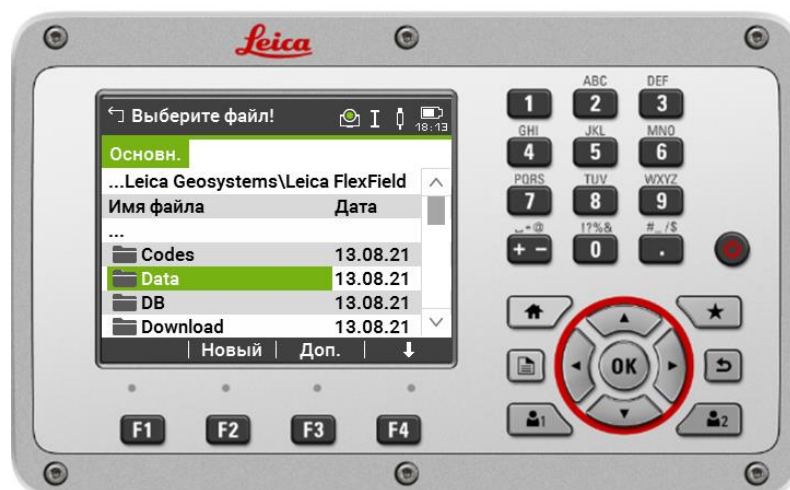

Рисунок 39 – Папка Data на USB-флешки
7. Нажмите клавишу **ENTER**  и выберите папку Data (рисунок 39).